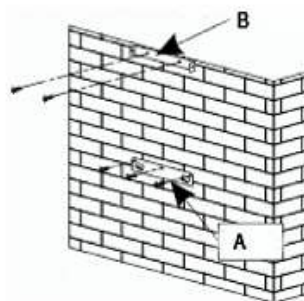

fig. 1
- Trace na parede os 3 orifícios que tem de fazer utilizando o gancho de suspensão do exaustor fornecido e respeitando a distância aconselhada (peça A da fig. 1).
- Fixe o suporte de fixação do exaustor, certificando-se de que fica totalmente nivelado (peça A fig. 1).
- Calcule a altura final para fixar o apoio em U do suporte da chaminé (peça B da fig. 1).
- Faça os 2 orifícios de 8 mm e fixe o apoio do suporte da chaminé certificando-se de que fica exactamente no eixo do exaustor (peça B da fig. 1).